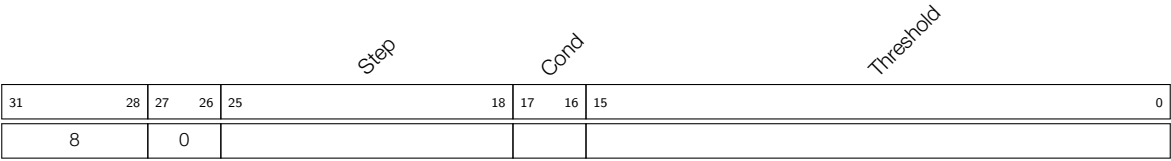

图 26-16. 指令类型 - JUMPR
**Operand**    **描述** - 见图 26-16